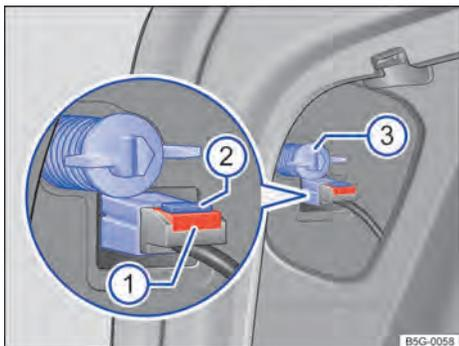

Fig. 229 Lateralmente no compartimento de bagagem: desinstalar a lanterna traseira.
4.	Retirar o fusível ⇒ Fig. 229 ①. Pressionar o bloqueio ② do conector e retira-lo.
5.	Remover o parafuso de fixação com a mão ③.
12.	Segurar a luz traseira na posição de montagem com uma das mãos e rosquear o parafuso de fixação com a outra ⇒ Fig. 229 ③.
14.	Encaixar o conector no suporte da lâmpada e pressionar para dentro o fusível ①.